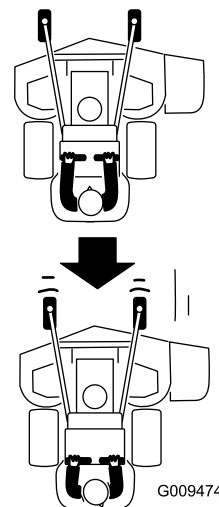

Figura 20
- Tire lentamente de las palancas de control de movimiento hacia atrás (Figura 20).